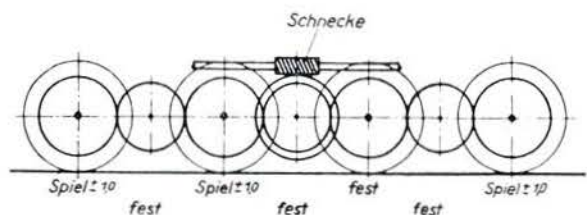

Bild 30 Stirnradkupplung bei gefederten Treibradsätzen
4. Eine Achse starr, die anderen gefedert, gekuppelt durch seitliche Stirnräder oder durch in Rahmenmitte liegende Stirnräder (Bild 30).